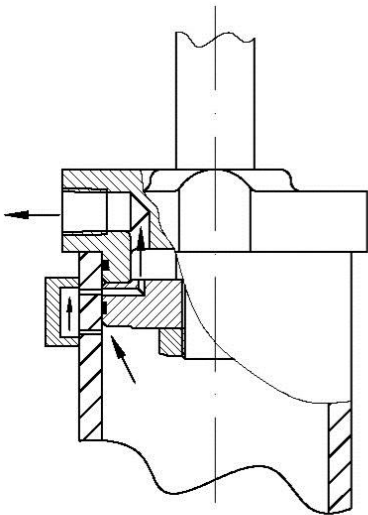

Рис.6.4.3. Масло проходит через цилиндр, обходя поршень
1. Удерживать рукоятку гидрораспределителя трактора в положении «подъем» несколько секунд, пока штоки всех цилиндров не выдвинутся полностью и рабочие органы не будут подняты. При этом масло будет обходить поршень центрального, уже сработавшего цилиндра, и заполнять последующий крыловой (рис. 6.4.3).
6.4.2.1. Предварительное давление на почву осуществляется посредством гидравлической системы. Одновременный поворот балок сошников центральной и крыловых рам достигается при помощи механизма сошников (рис.6.4.3). Чем меньше алюминиевых ограничителей установлено на гидравлические цилиндры, тем интенсивнее давление на почву рабочих органов при опускании. Для настройки необходимо поднять рабочие органы и установить или извлечь необходимое число ограничителей.
Положение сошников главной и боковых рам выставляется на одном уровне с помощью гаек М39 на регулировочных болтах крепления цилиндров (рис.6.4.3).